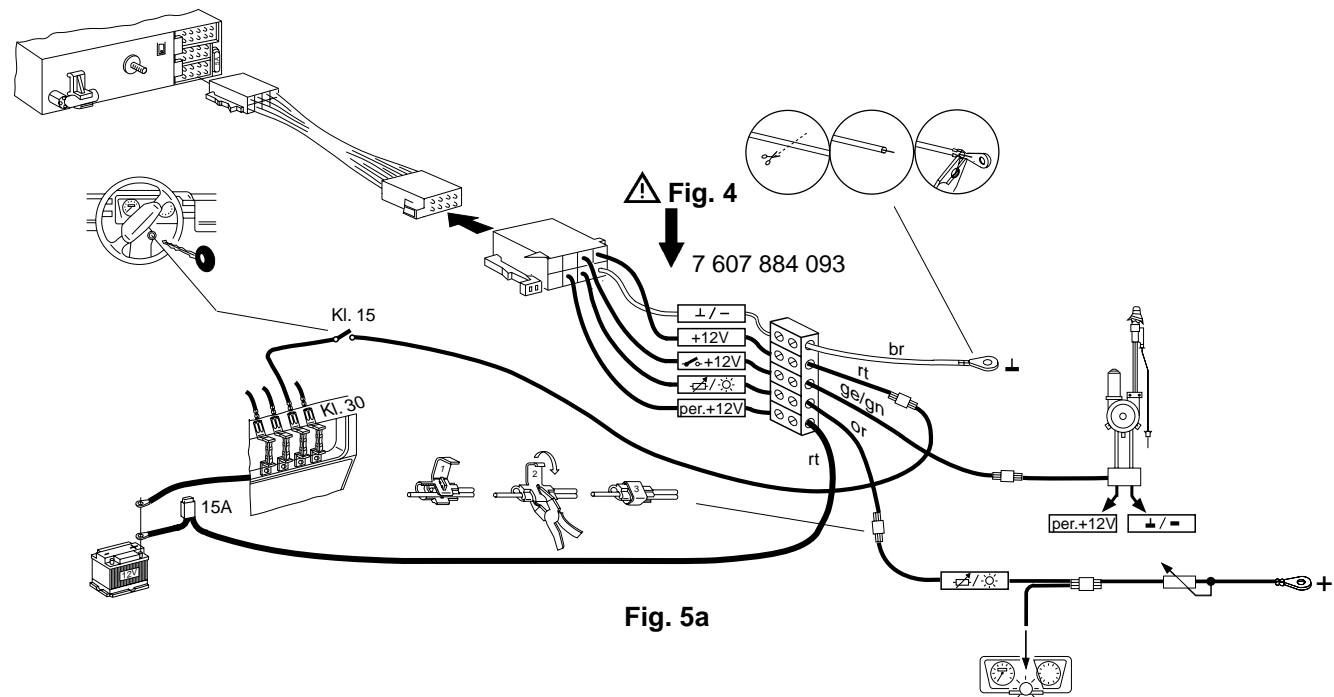

Fig. 5a
- Plus-/Minus-Anschluß mit Anschlußkabel 7 607 884 093 Fig. 5a
- Positive/negative connection with connection line 7 607 884 093 Fig. 5a